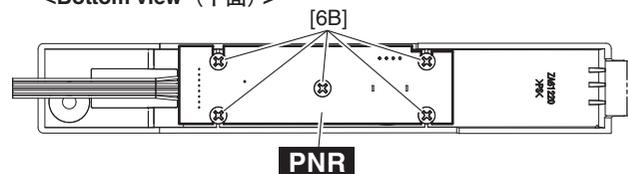

Fig. 8 (図8)
- 12-6 Remove the knob GAIN from the key block assembly R. (Fig. 8)
- 12-7 Remove the five (5) screws marked [6B]. The PNR circuit board can then be removed. (Fig. 8)
- 12-5 拍子木 Ass'y (R) を外します。(9項参照)
- 12-6 拍子木 Ass'y (R) からノブ GAIN を外します。(図8)
- 12-7 [6B] のネジ5本を外して、PNR シートを外します。(図8)